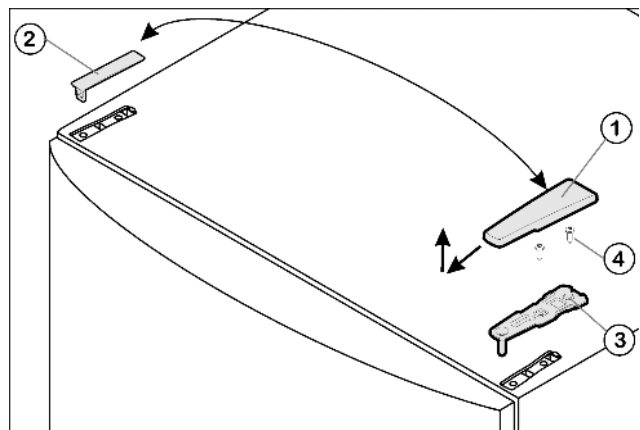

Fig. 4
- ▶ Потяните крышку Fig. 4 (1) вперед и вверх.
- ▶ Снимите крышку Fig. 4 (2).
- ▶ Открутите верхний опорный кронштейн Fig. 4 (3)(2 шт. Torx® 25) Fig. 4 (4) и вытяните вверх.
- ▶ Установите верхний опорный кронштейн Fig. 4 (3) на новой стороне шарнира и защелкните в дверце.
- ▶ Привинтите верхний опорный кронштейн (**с моментом 4 Нм**) (2 шт. Torx® 25) Fig. 4 (4). При необходимости проделайте отверстия или используйте аккумуляторную отвертку.
- ▶ Наденьте и защелкните крышку Fig. 4 (1) и крышку Fig. 4 (2) на противоположной стороне снаружи.